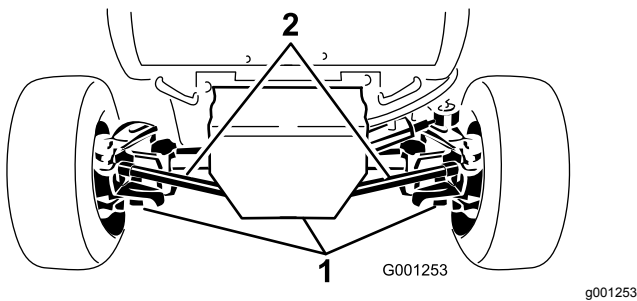

Figura 62
- Limpie la zona alrededor de los tres tapones de vaciado (Figura 62).